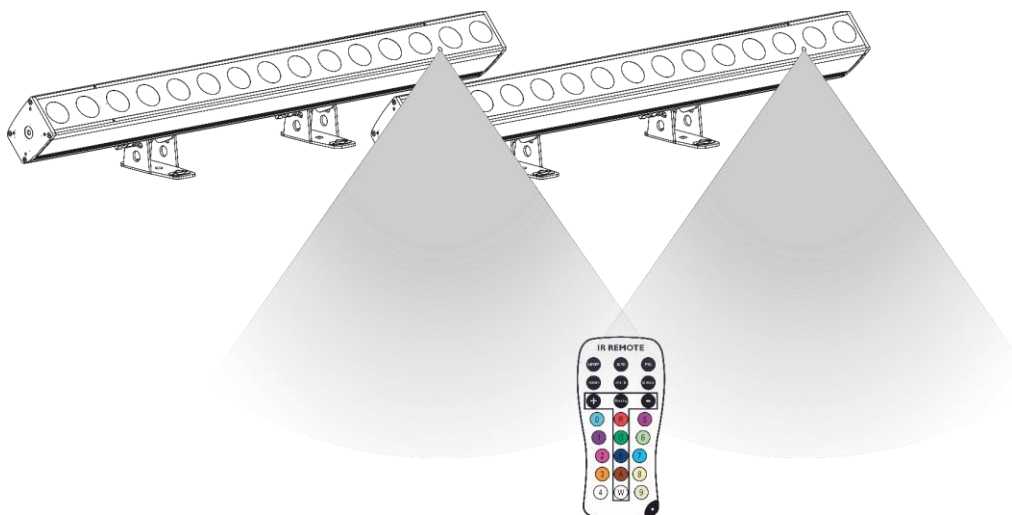
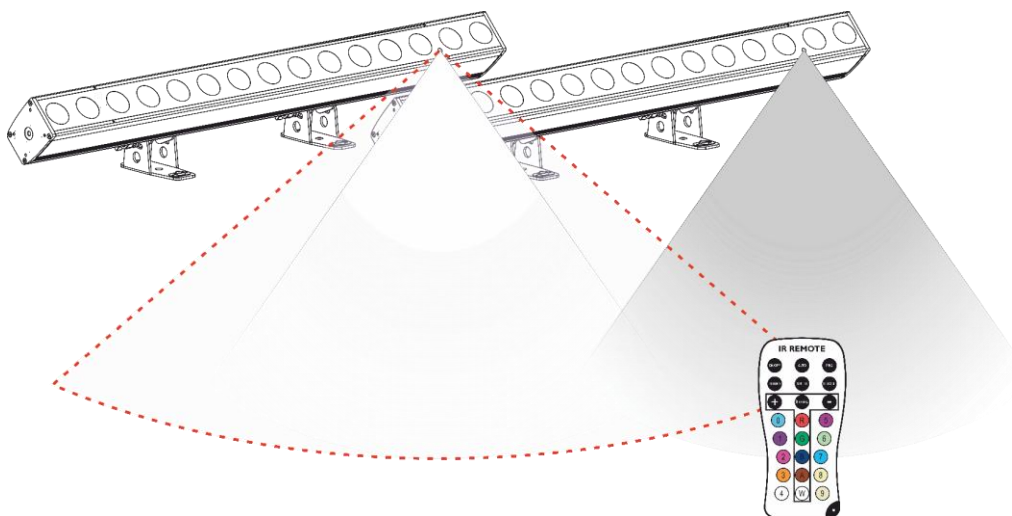

Fig. 11
Fig. 12
Con il telecomando è possibile controllare più dispositivi contemporaneamente. Assicurarsi di puntare il telecomando verso il **sensore a infrarossi (03)** del dispositivo o del gruppo di dispositivi che si desidera controllare, come mostrato nella Fig. 11. Se si punta il telecomando verso il **sensore a infrarossi (03)** del dispositivo al di fuori della portata del sensore, il dispositivo non risponderà al telecomando (Fig. 12).